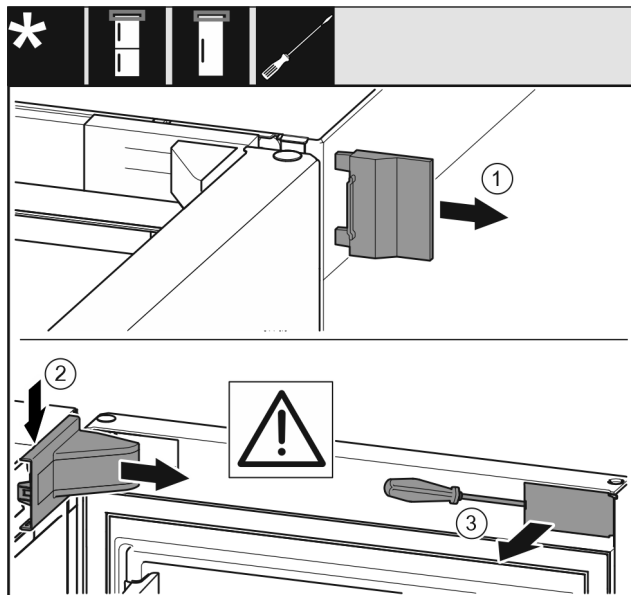

Fig. 10
- ▶ Buitenste afdekking Fig. 10 (1) wegnemen.
- ▶ Lagerbokafdekking Fig. 10 (2) ontgrendelen en wegnemen.
- ▶ Paneel Fig. 10 (3) met een platte schroevendraaier ontgrendelen en opzij draaien.